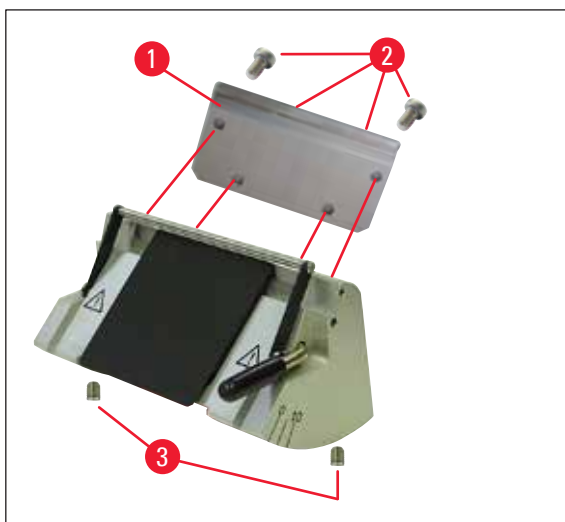
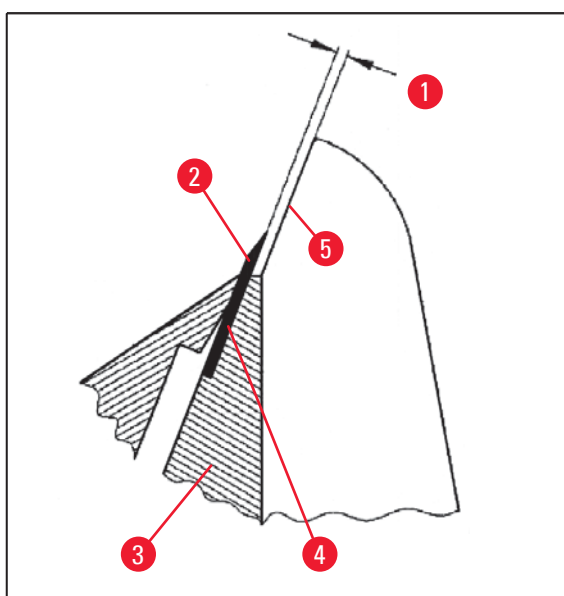

Fig. 34
Fig. 35
- Durante el montaje, verificar que los bordes superiores de la placa de presión anterior (→ Fig. 40-4) y posterior (→ Fig. 40-2) estén paralelos y a la misma altura (véase la (→ pág. 44 – Fig. 34), (→ pág. 45 – Fig. 35)). Si resulta necesario, ajustar las placas de presión (→ pág. 48 – 5.9.10 Vista general - accesorios).